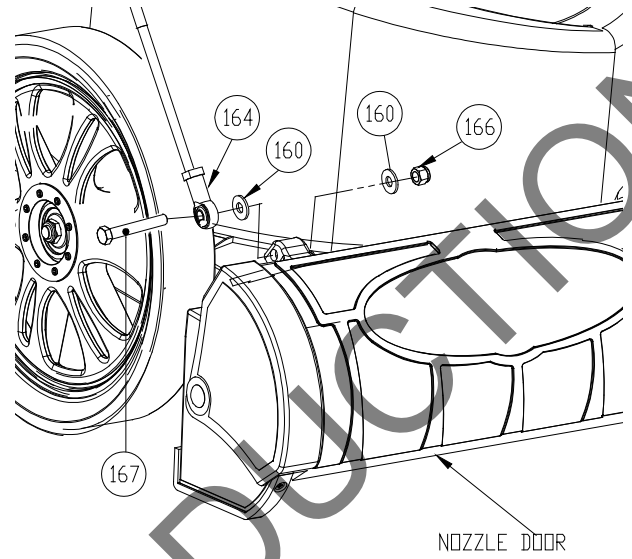

Fig. 4
5. Fäst stavänden (artikel 164) i munstycksluckans stav och fäst den genom att dra åt enhålsmuttern. (Se Fig. 4 nästa sida)
8. Fäst munstycksluckans stav i spaken med munstycksluckan stängd och spaken i slangposition. **OBS:** Kontrollera att munstycksluckan kan öppnas och stängas helt (se sidan 15). Dra åt eller lossa på stavänden (artikel 164) för eventuella justeringar. (Se Fig. 4 och 5)